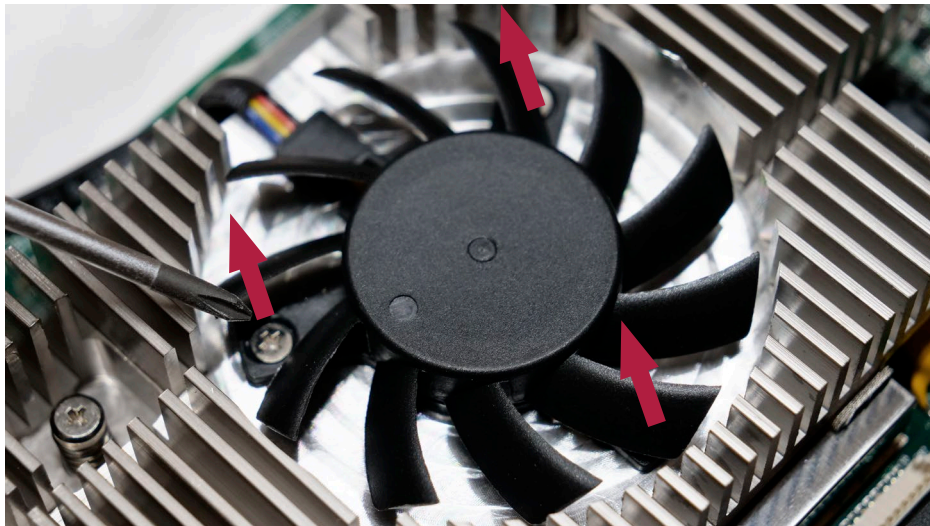

Figura 24 Retirada de los tornillos del ventilador
b) Afloje los tres tornillos que fijan el ventilador en su posición (véase la Figura 24)
- f) **Coloque y apriete los tres tornillos (par de apriete máx. 0,3 Nm) que fijan el ventilador en su posición (véase la Figura 24)**